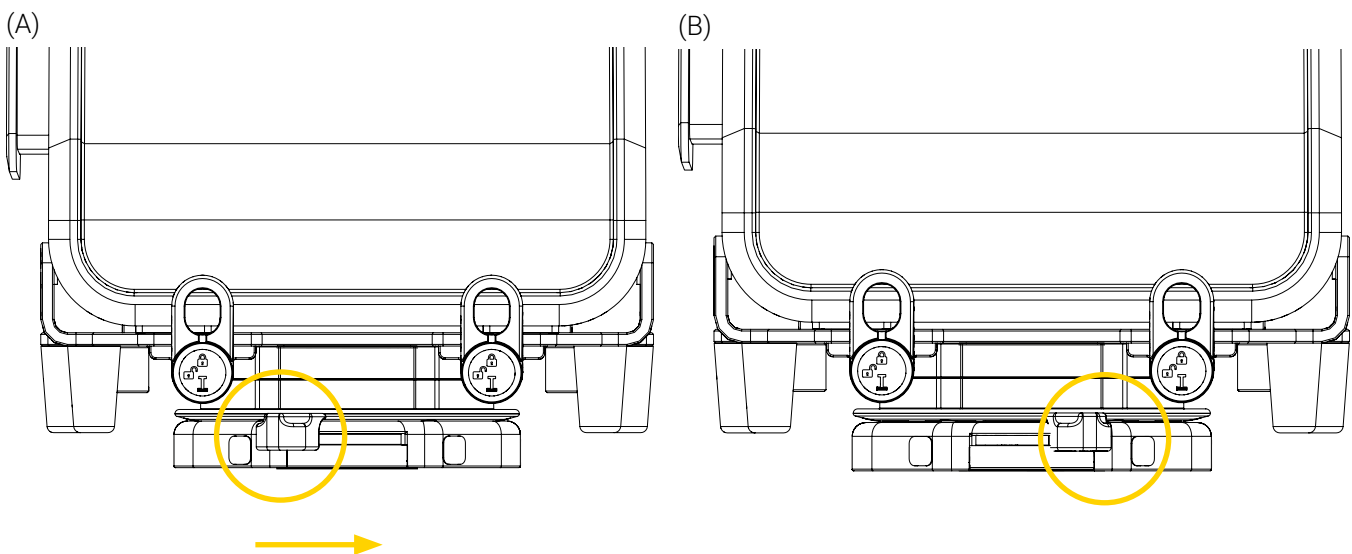

Figure 9: Verrouillage du support de fixation sur la Base de Fixation Universelle
- Verrouiller la base à l'aide du levier de verrouillage à glissière (Figure 9). Consulter la section « Mécanisme de sécurité » à la page 19 au besoin.